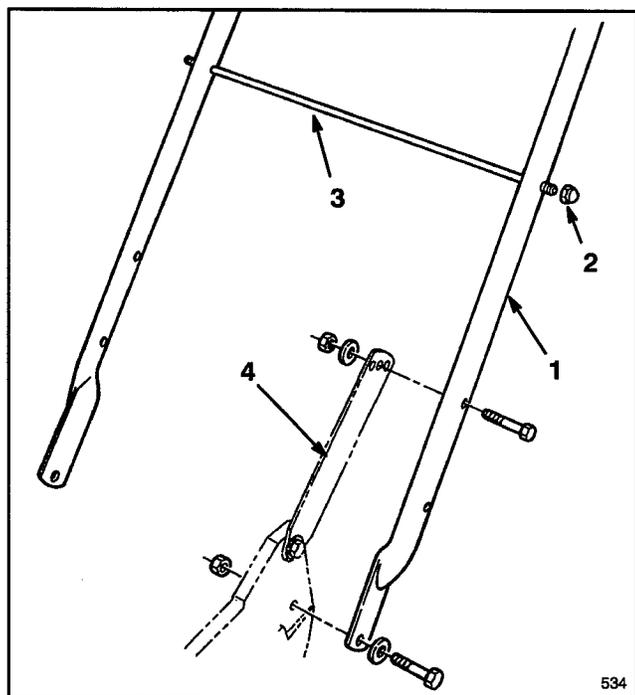

Figure 1
### MONTAGE DU MANCHERON (Fig. 1)
3. Insérer la tige de support du sac à herbe dans les trous **supérieurs** du mancheron, et serrer un contre-écrou borgne à chaque extrémité (Fig. 1).